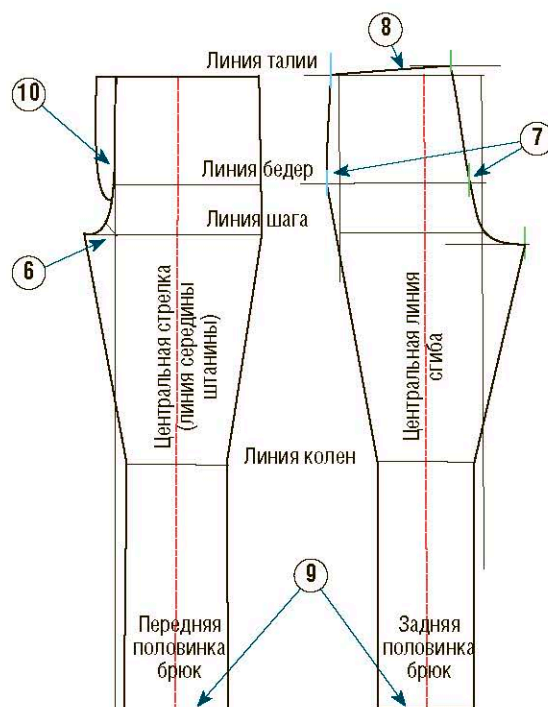

Рис. 2
- ⑦ На линии бедер от середины задней половинки брюк отложите 3,5 см и отметьте эту точку коротким вертикальным штрихом (на рис. 2 отмечена зеленым цветом). Отложите эту же мерку на другом конце линии бедер, также отметьте ее коротким вертикальным штрихом (на рис. 2 обозначена голубым).
- ⑧ На расстоянии 2,5 см выше линии талии проведите параллель, на которой на расстоянии $\frac{1}{4}$ окружности талии отметьте точку. Затем продолжите линию талии, выйдя за линию бокового среза на 1,5 см, отметьте эту точку короткой вертикалью (на рис. 2 обозначена голубым цветом). Проведите линию, соединяющую эту точку с отмеченной выше точкой на параллели к линии талии (см. рис. 2).
От начерченной таким образом новой линии талии соедините прямыми линиями метки, сделанные на линии бедер. С помощью портновского лекала нарисуйте кривую банта (см. рис. 2).